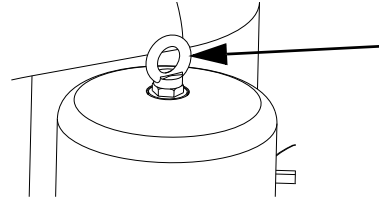

Abb. 29 Hebeöse
- Die Hebeöse und die Mutter oben auf dem Motor abschrauben. Siehe Abb. 29.